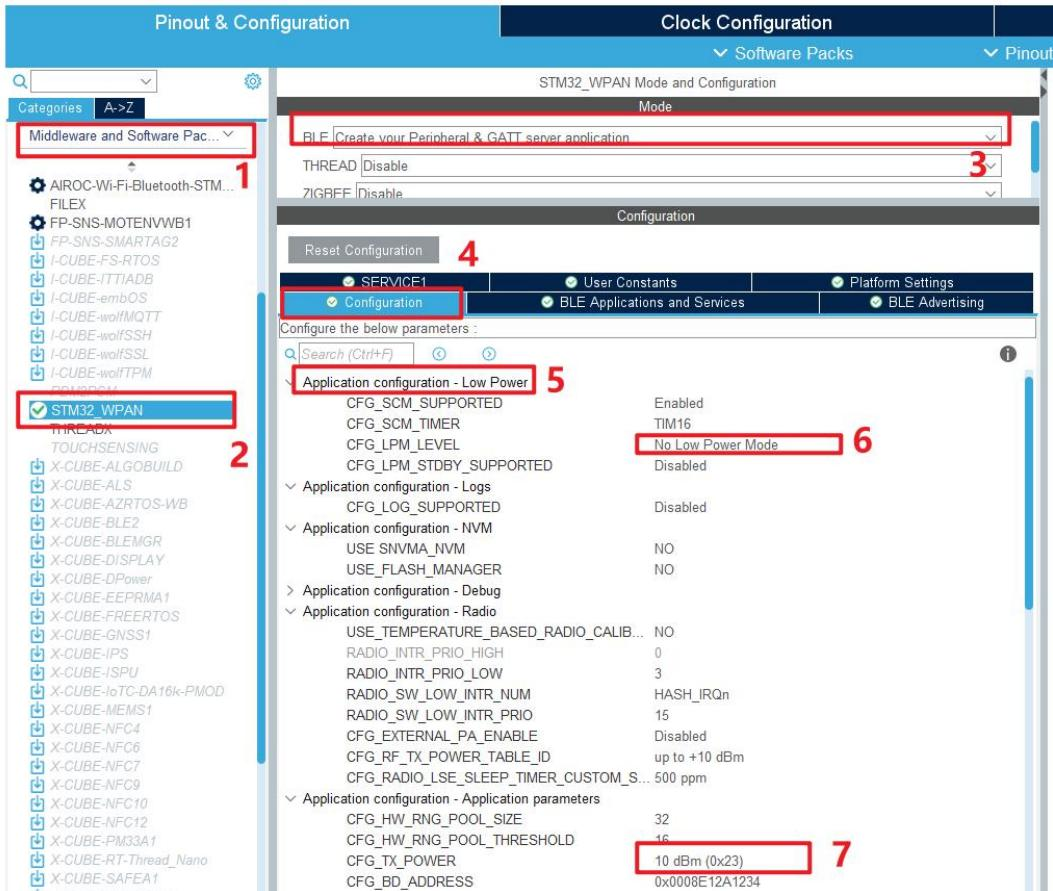

图 5.6
6. 模组无线射频配置。如图 5.6 所示，在“序号 1”的目录点击“序号 2”，在“序号 3”的选择框按照如图选择，然后跟着“序号 4-6”配置 CFG\_LPM\_LEVEL 为 No Low Power Mode。“序号 7”修改射频发射功率用的，这边直接设置为最大 10dBm。